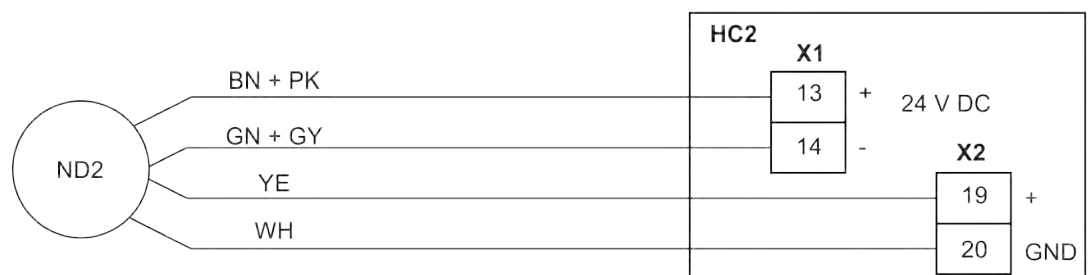

Fig. 23-5 Raccordement de l'inclinomètre à 3 fils à l'entrée analogique 2
- Connectez l'inclinomètre à 3 fils à l'entrée analogique 2 conformément à Fig. 23-5.